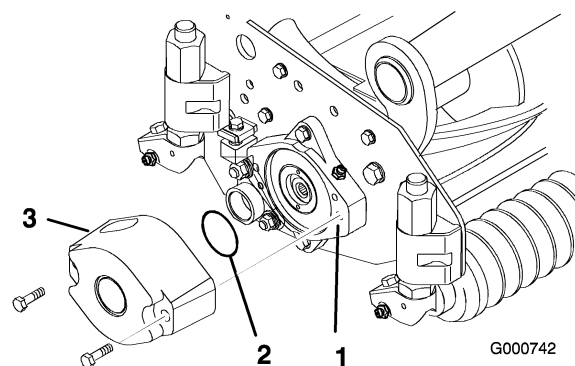

Figure 4
4. Fixez un contrepoids sur l'extrémité appropriée de chaque plateau de coupe au moyen des vis fournies (Figure 4).